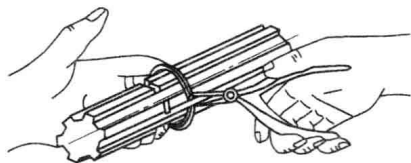

图 1-2 轴用弹簧钳的使用
答 轴用弹簧钳的使用如图 1-2 所示。
3) 用另一只手轻扶卡圈, 共同移动, 沿轴向退出卡圈, 如图 1-2 所示。